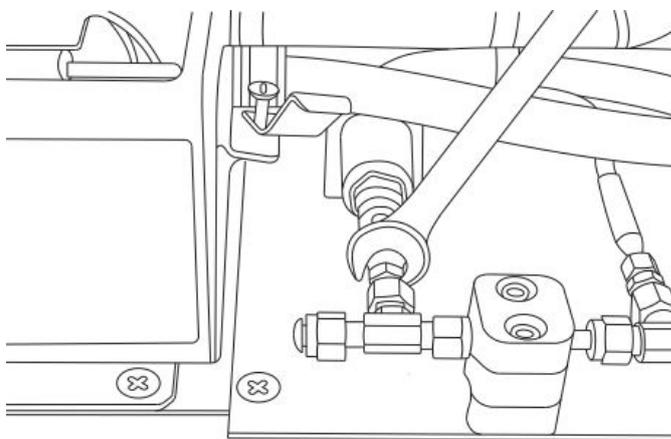

Figura 85. Rimozione del dado del tubo
6. Togliere il dado del tubo sul pannello utilizzando una chiave aperta 1/2 in. girando verso il basso e allontanarlo dall'analizzatore. Vedere Figura 85.